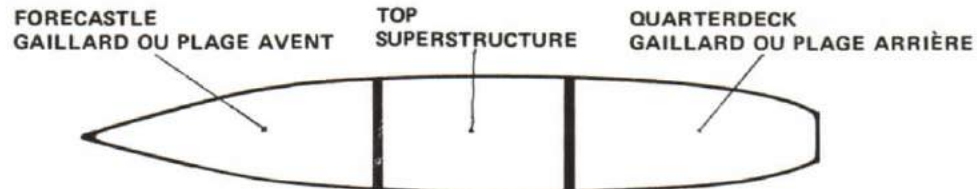

Figure 5-6
1. In addition to being divided into watches, a ship's company or parts of it is divided into parts of ship. The three parts of ship are forecandle, top, and quarterdeck. See Figure 5-6.
1. En plus d'être divisé en bordées, l'équipage ou certains de ses membres sont divisés suivant la topographie du navire. Les trois parties du navire sont: le gaillard avant, la superstructure et le gaillard arrière (voir la figure 5-6).